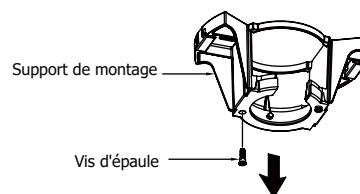

Fig. 11
Étape 2. Retirez l'une des deux vis d'épaule dans le support de montage et conservez-les à l'étape 12 de la page 2. Desserrer la vis de la deuxième épaulement sans l'enlever complètement. (Fig. 11)